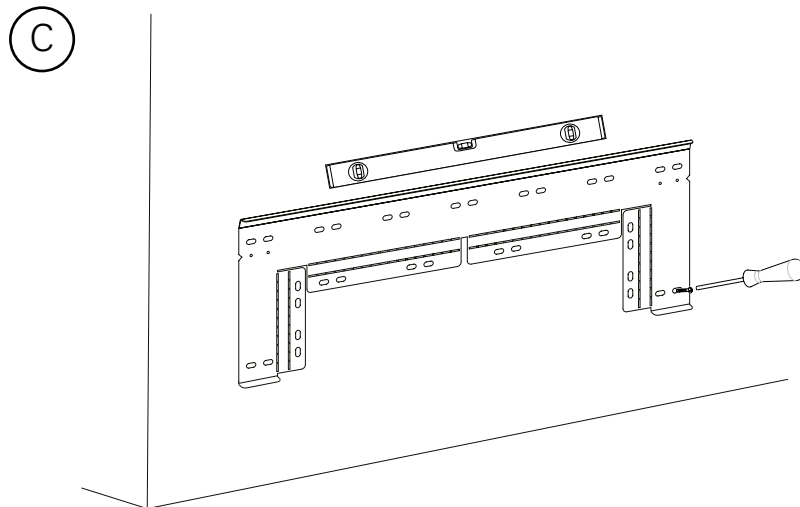

Fig. 3: Mounting wall bracket
1. Montera väggfästet stadigt på väggen med skruvar i de ovala hålen (minst 2x). Det är viktigt att väggfästet monteras rakt. På väggfästet finns guidehål som kan användas för att markera ut var fästet ska sättas för att hamna 10 cm ovanför golvet. Se Fig. 3.